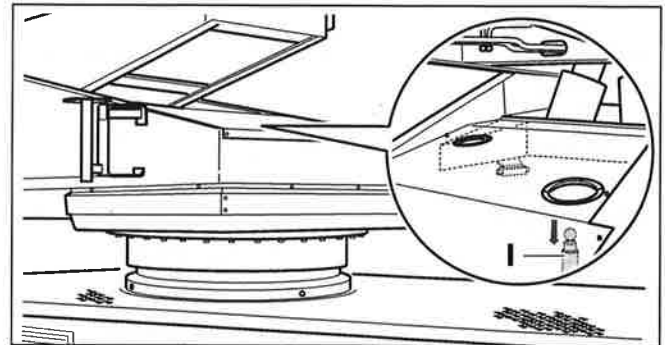

Abb. 81/1 Sicherheitsventile bei Drehleitern mit Niveaudrehkranz
- Das in Fahrtrichtung links liegende Sicherheitsventil am Drehkranz (Abb. 81/1, Pos. 1) von Hand betätigen.
- Zugstange für den Notbetrieb der Niveausgleichs-Rückführung am Fahrzeugheck ziehen (Abb. 81/2, Pos. 1).